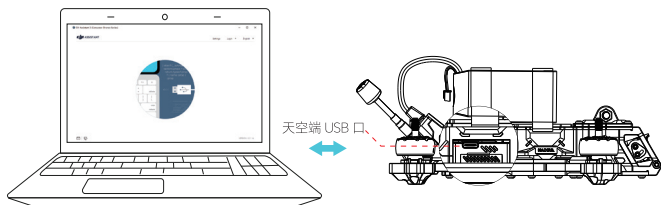

图 1-1
1. 天空端及眼镜激活：Nazgul Evoque 飞行器连接电池，通过 USB-C 接口 [图 1-1] 连接对应设备至电脑并运行 DJI Assistant 2³（消费机系列）调参软件进行激活与固件升级详情请参考 DJI-O3-Air-Unit-用户手册。